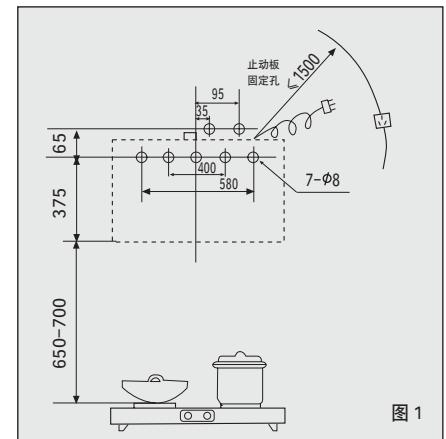
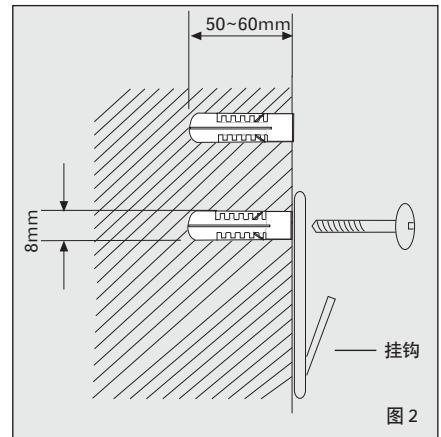

图1
图2
1、按图1尺寸在灶具上方坚实的地方准确确定冲击钻钻孔位置。冲击钻配上M7的麻花钻头或M6的冲击钻头，在钻孔位置上钻出7个直径为8mm，深为50~60mm的孔，牢固埋设膨胀管，在下排的5个孔上固定挂钩，旋入木螺钉拧紧（如图2）。
- ☆ 电源插座应在小于1500mm的地方（如图1）。